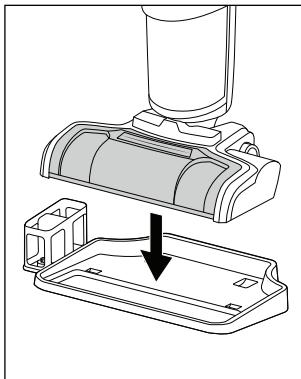

Fig. 31
- ♦ Posez l'appareil éteint sur le socle **4** de la station d'accueil et de nettoyage (voir fig. 31).